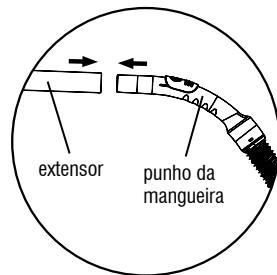

Fig. 5 – Conexão da mangueira
- Conecte a mangueira no tubo extensor (Fig. 5).